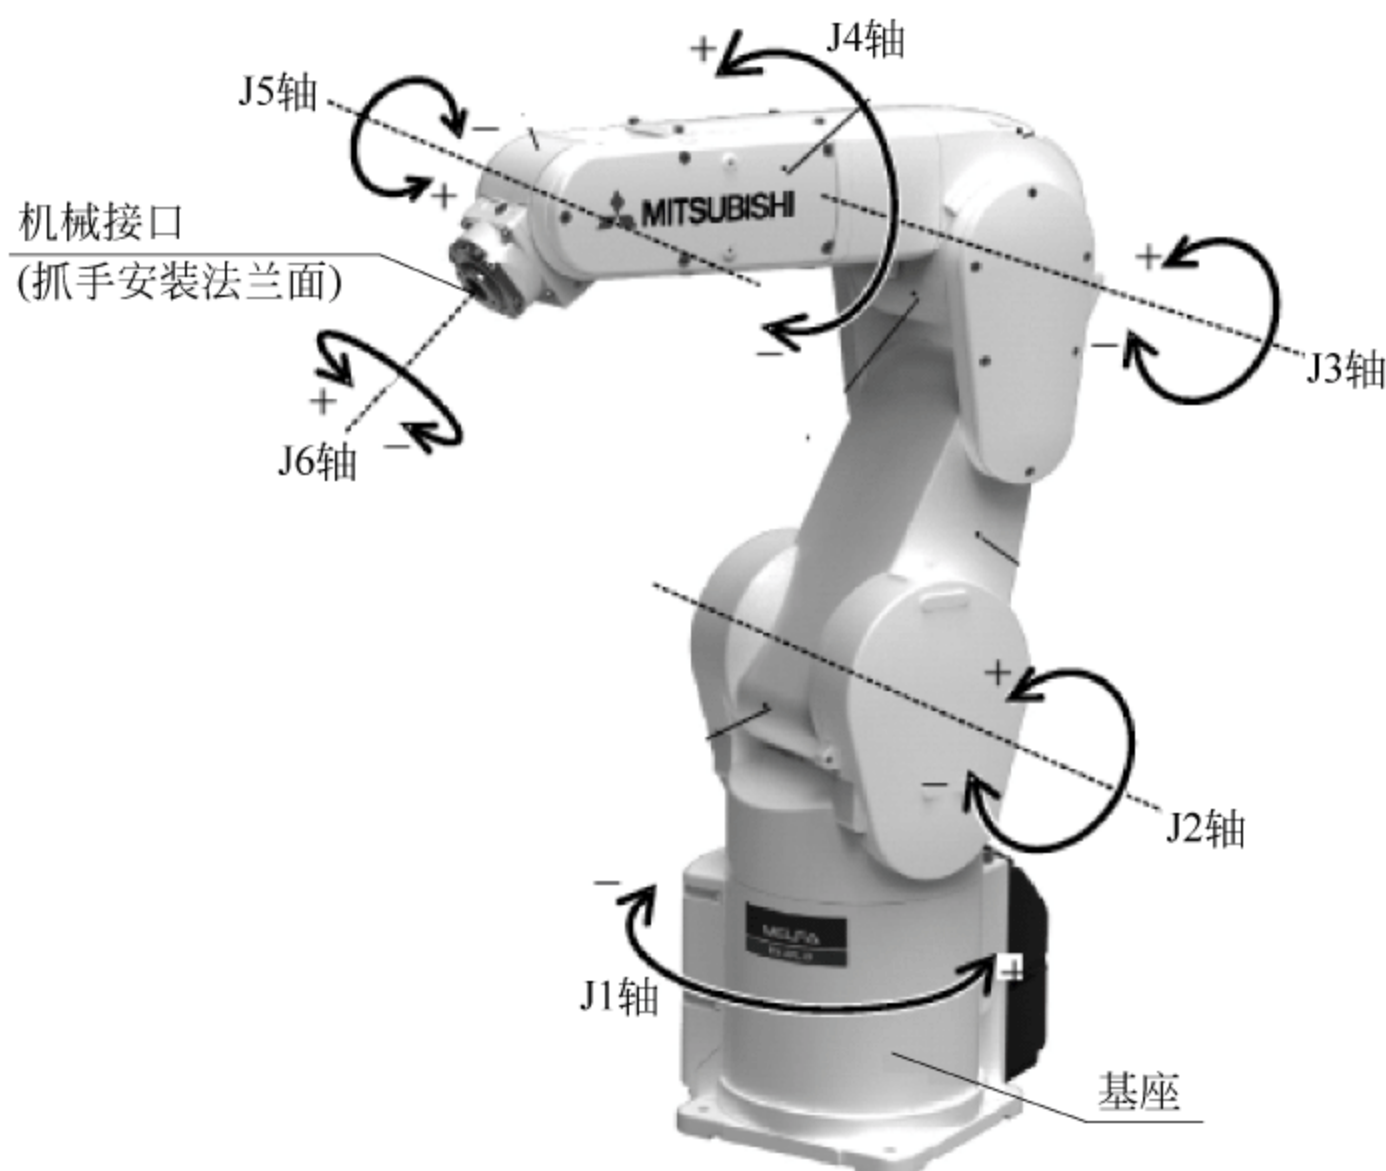

图 2-1 机器人各部分名称及用途
三菱垂直型 6 轴机器人各部分名称如图 2-1 所示。
(1) 基座: 基座是安装机器人的机械构件。基座的中心点就是机器人基本坐标系的原点。垂直型机器人可以有落地式、吊顶式、壁挂式等多种安装方式。
(2) 各轴旋转方向: J1 轴、J2 轴、J3 轴、J4 轴、J5 轴、J6 轴各自在空间的旋转方向如图 2-1 所示。
(3) 抓手安装法兰面：抓手安装法兰面在 J6 轴上,用于安装抓手。法兰面的中心就是 TOOL 坐标系的原点。